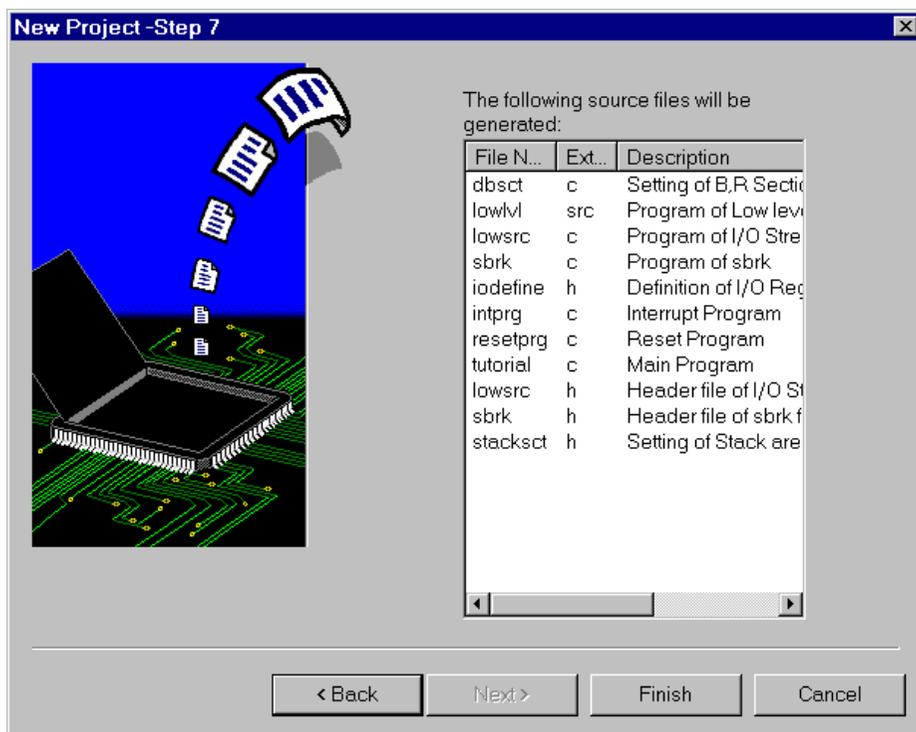

図 1.10 プロジェクトジェネレータの生成ファイル名確認画面 (Step7)
Step6 画面で[Next >]をクリックすると、図 1.10に示す画面を表示します。